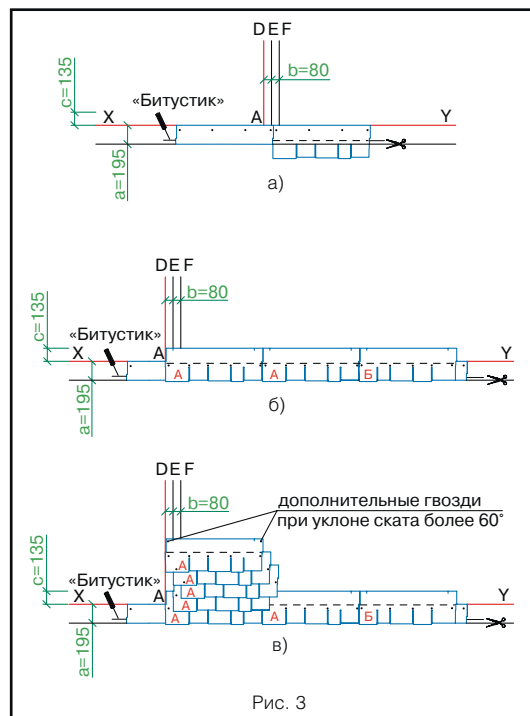

Рис. 3
Укладка материала (рис. 3)
- Начальный ряд формируется из листов черепицы ЗОДЧИЙ с обрезанными лепестками. Полученные таким образом полосы шириной 19,5 см укладываются по линии карниза в обе стороны от линии E (рис. 3а) и фиксируются по нижнему краю битумной мастикой «Битустик», а по верхней кромке 4 гвоздями (ось гвоздей на 5 см ниже верхнего края полосы);
- далее первый ряд черепицы укладывается от линии AD в следующей последовательности: тип А, тип А, тип Б (рис. 3б);
- второй ряд черепицы укладывается от линии E (со смещением 8,0 см от AD) (рис. 3в);
Каждый лист гибкой черепицы ЗОДЧИЙ крепится 5 гвоздями таким образом, чтобы гвоздь прошивал и верхний край нижележащего листа черепицы (рис. 3б).